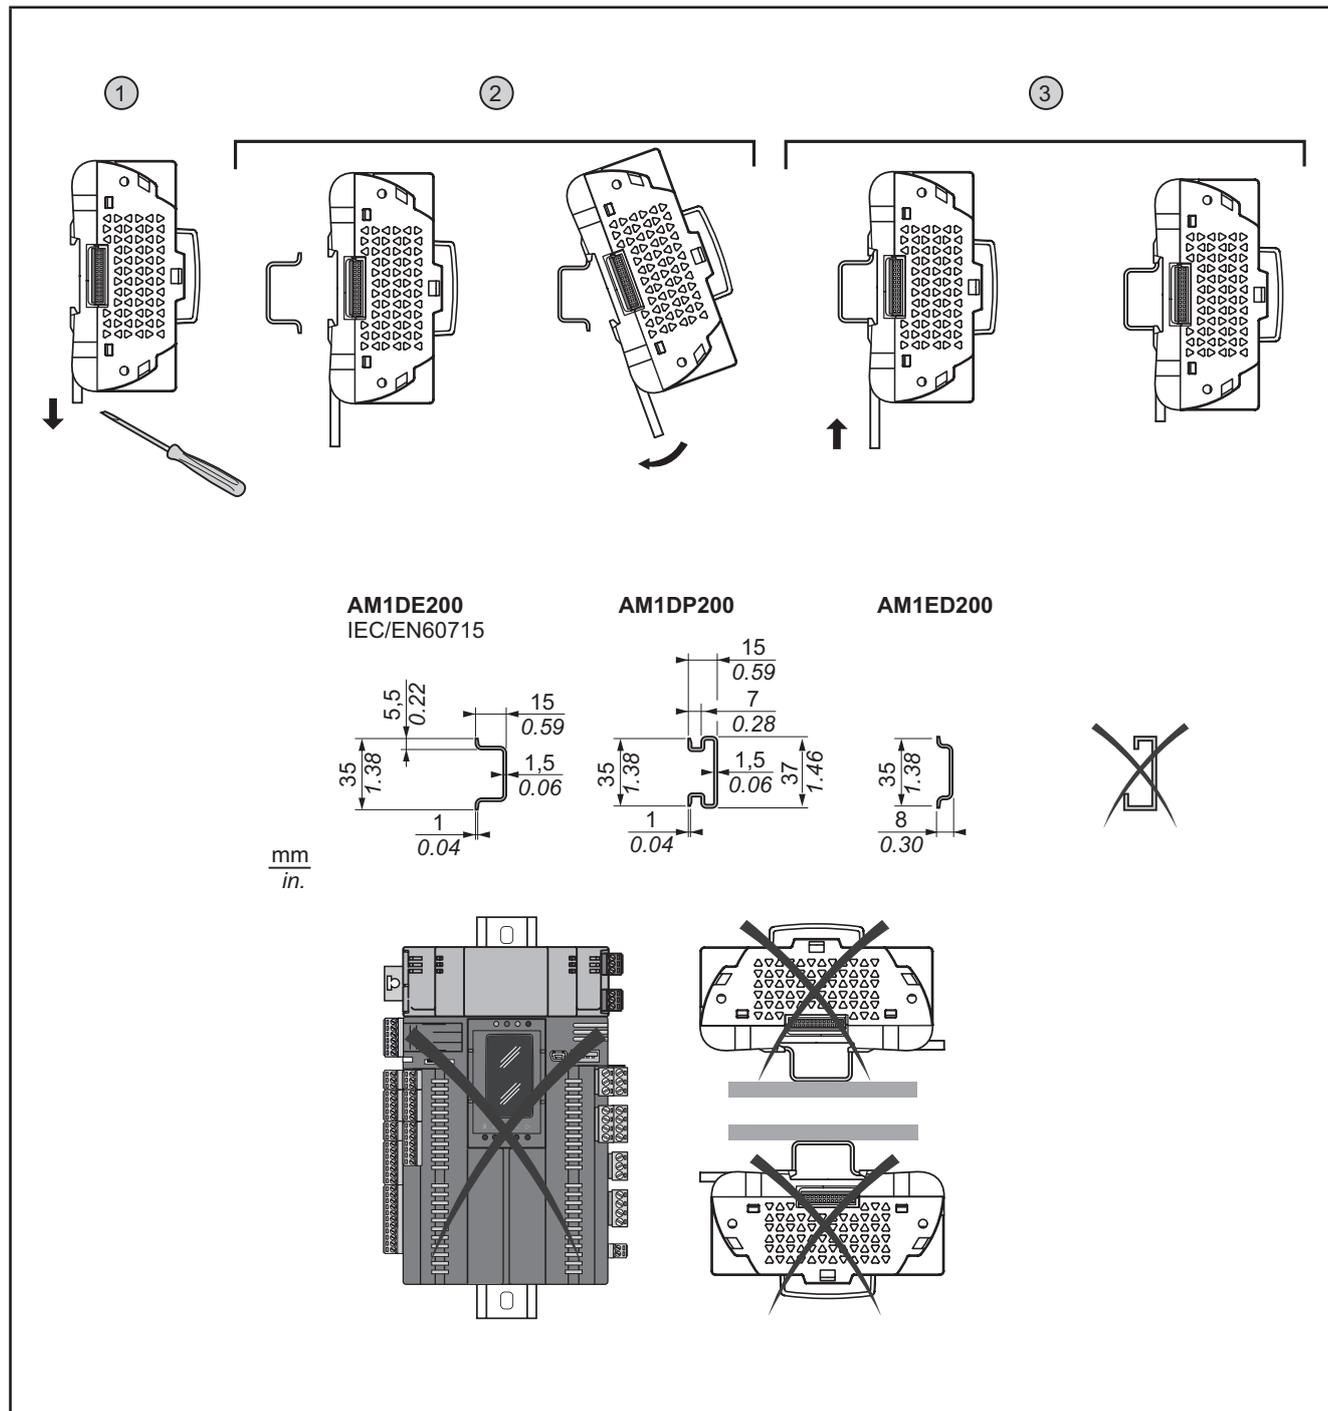
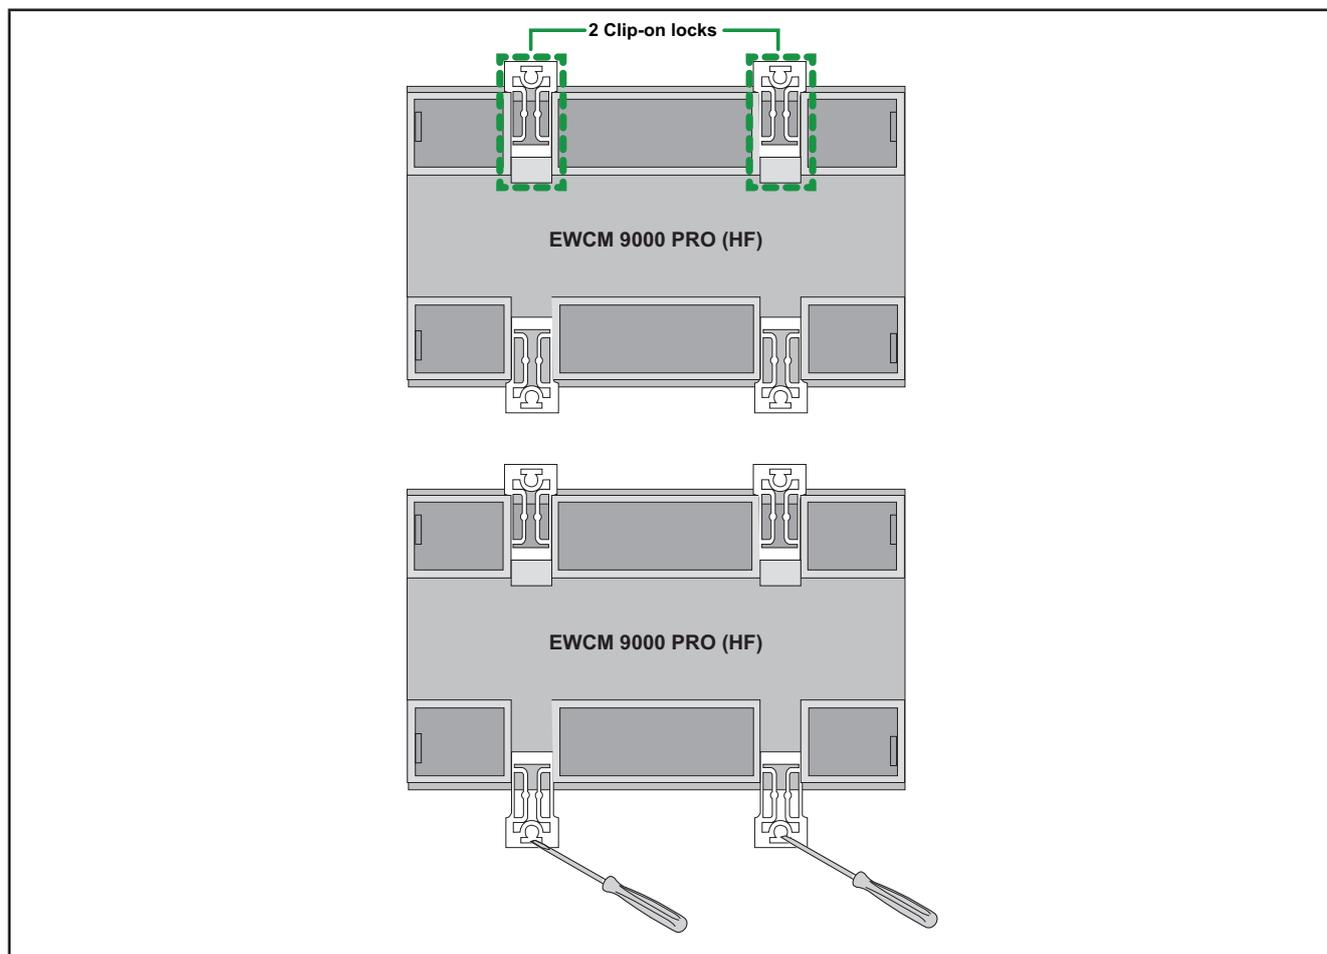
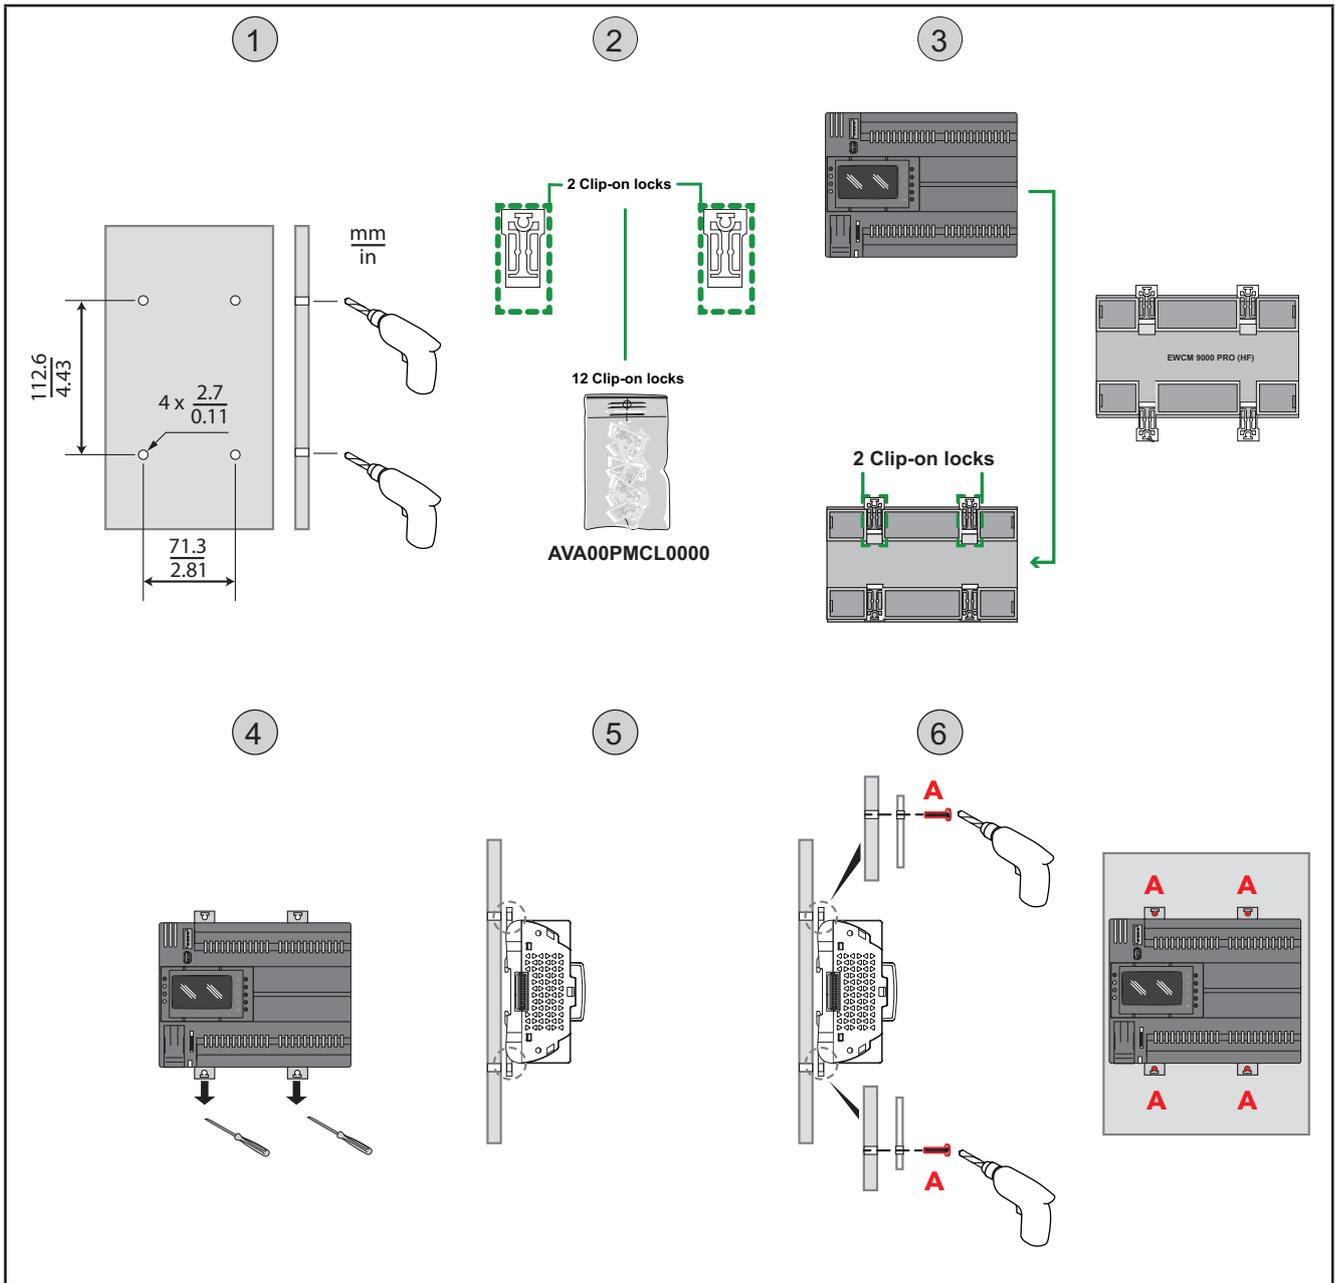

Fig. 5. Montagem do EWCM 9000 PRO (HF) numa calha DIN
Fig. 12. Detalhes dos dispositivos de bloqueio com fecho
Fig. 13. Montagem no painel do EWCM 9000 PRO
O instrumento destina-se a uma instalação numa calha 8DIN (consulte a Fig. 5 na pág. 21 e Fig. 12 na pág. 26). Para a instalação numa calha DIN, proceda da seguinte forma:
O aparelho também se destina a uma instalação num painel (consulte a Fig. 12 na pág. 26 e Fig. 13 na pág. 27).
1. Faça quatro furos no painel (para a distância entre os furos e o diâmetro destes últimos, consulte a Fig. 13 na pág. 27).
3. Instale dois dispositivos de bloqueio com fecho na parte superior do EWCM 9000 PRO (HF).
5. Alinhe os quatro dispositivos de bloqueio com fecho no EWCM 9000 PRO (HF) com os quatro furos feitos no painel.
6. Fixe o EWCM 9000 PRO (HF) com os parafusos.